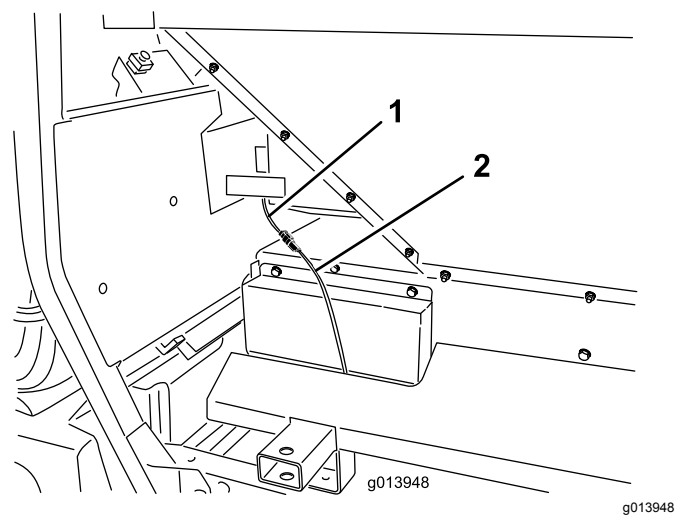
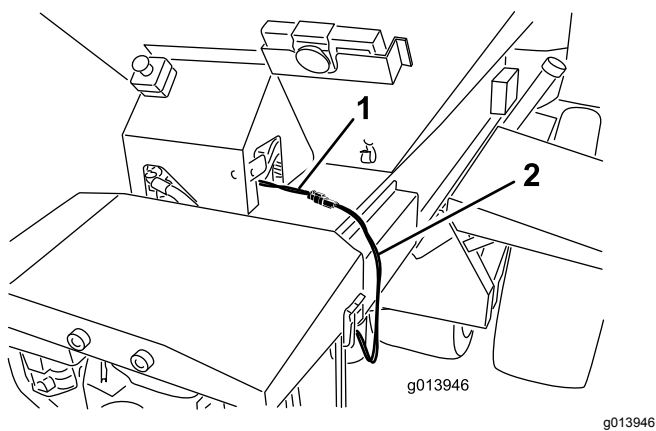

Figura 19
Figura 18
46. Ligue a cablagem intermédia no conector de alimentação no ProPass (Figura 18 ou Figura 19).